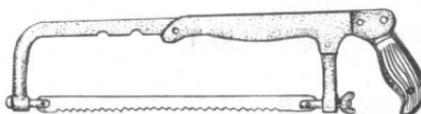

图 1-2-5 手钢锯
2. 手钢锯（图 1-2-5）：手钢锯常用来锯割小型金属板和电路板。钢锯架有固定式和活动式两种。固定式只能装配 300mm 长的钢锯条，而活动式的钢锯架可以在 200mm ~ 300mm 范围内调节。